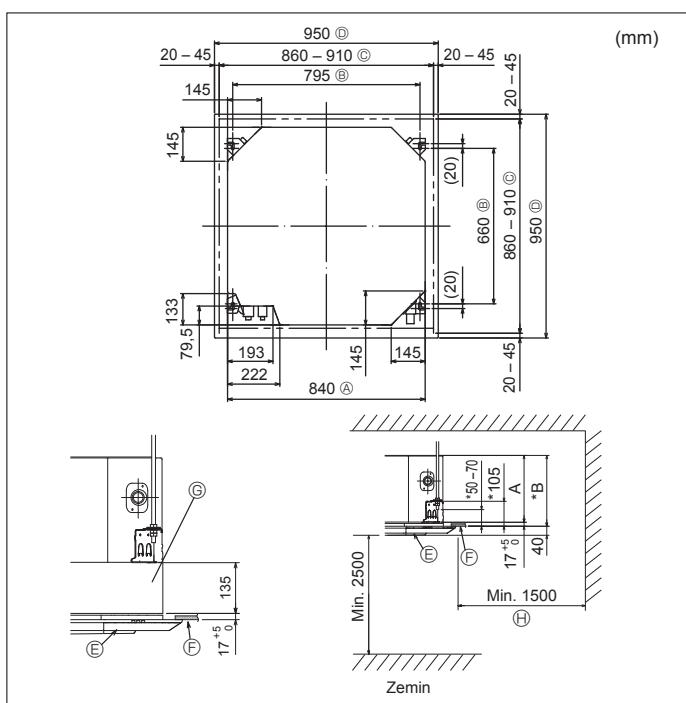

Fig. 2-2
2.2. Tavandaki açıklıklar ve askı civatalarının yerleri (Fig. 2-2)
* Tavan açıklığının boyutları Fig. 2-2'de gösterilen aralıktan ayıranabilir; bu yüzden, ana üniteni tavan açıklığının karşısına ortalayarak, aralarındaki açıklığın her tarafındaki karşılıklı kenarların sırasıyla aynı olmasını sağlayın.